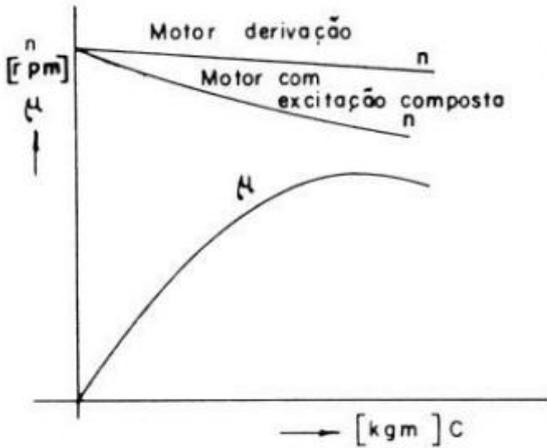

Fig. 25
- l) Traçar os gráficos das figs 25 e 26, utilizando os valores da fig 24.